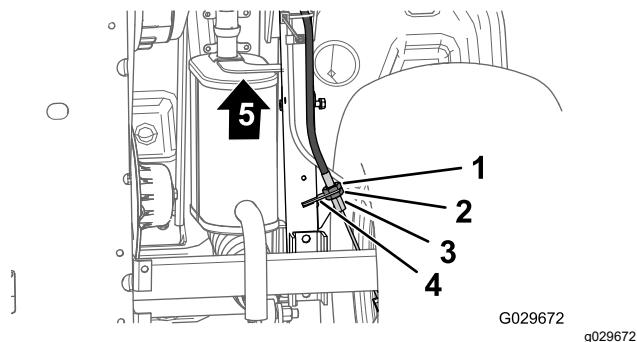

Figura 66
- En la parte inferior de la máquina, afloje 4 vueltas la contratuerca trasera del ajustador roscado del cable del freno de estacionamiento (Figura 66).
- Apriete la contratuerca delantera (Figura 66).
- Afloje 1 vuelta la contratuerca delantera (Figura 66) del ajustador roscado del cable del freno de estacionamiento.
- Apriete la contratuerca trasera (Figura 66).
- Afloje 1 vuelta la contratuerca trasera (Figura 66) del ajustador roscado del cable del freno de estacionamiento.